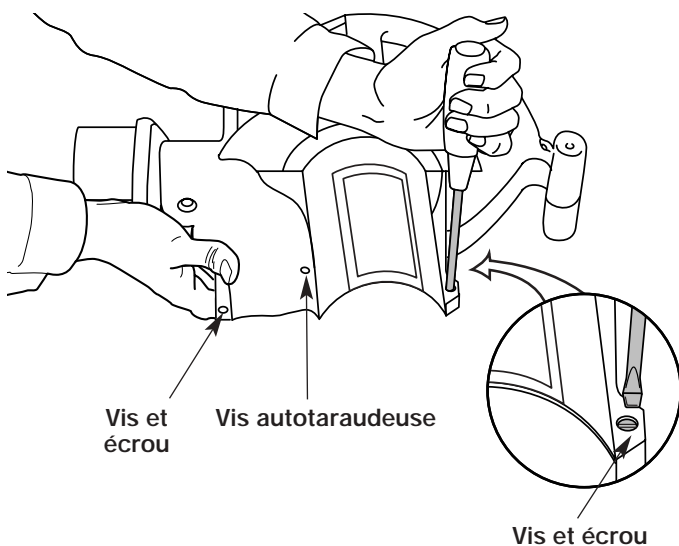

Fig. 2
3. Insérez les 2 (deux) vis à fente T20 Torx 8-32 x 3/4" dans le côté droit du carter moteur et les 2 (deux) écrous dans le côté gauche du carter moteur (Fig. 2).
5. Installez les 2 (deux) vis autotaraudeuses à fente T20 Torx 8-16 x 3/4" restantes dans les orifices situés sur chacun des côtés du carter (Fig. 2). Serrez-les bien, mais ne les serrez pas trop.